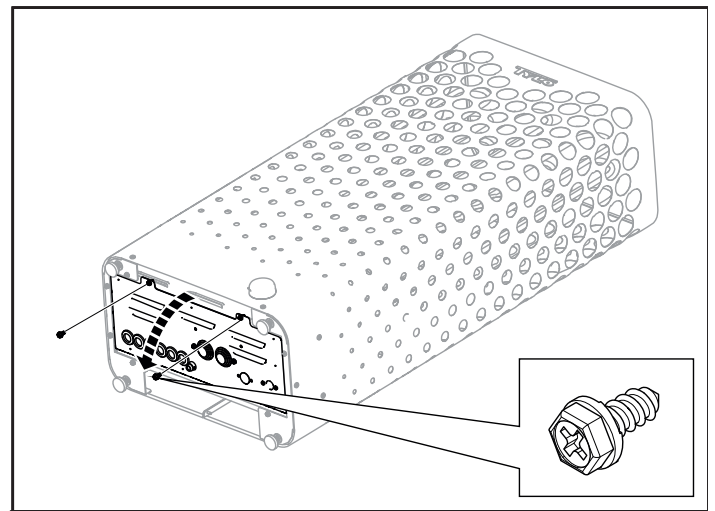

Рисунок 7: Откройте/закройте крышку
2. Ослабьте винты и откройте люк (см. рис. 7).
7. Закройте крышку и закрутите винты (см. рис. 7, страница 27).